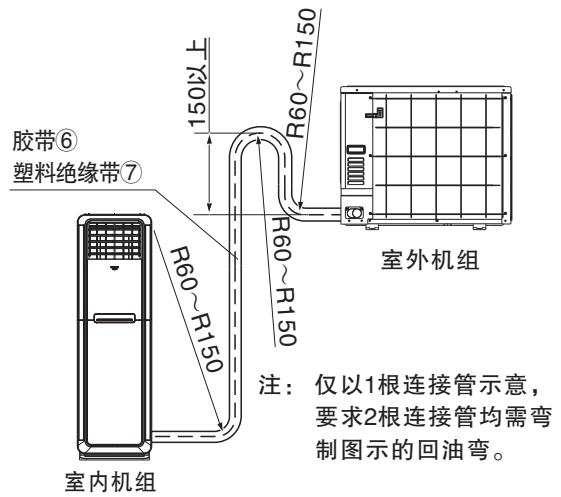

图8
(3) 室内、外机高度差必须小于5米。
(4) 当室外机比室内机高时，必须将铜管弯制“回油弯”如图8。